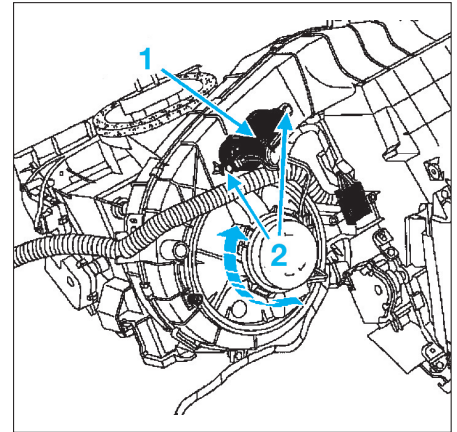

FIG. 20
- Débrancher le connecteur (1) (fig. 20).
- les vis de fixation (2) du module de puissance.